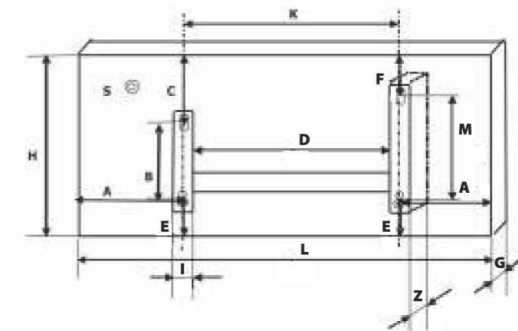

Рис. 2
Габаритные размеры конвектора согласно рис. 2 приведены в таблице 2.
Установочные размеры конвектора согласно рис. 2 приведены в таблице 3.
3. В соответствии с рис. 2, 4 и таблицами 2, 3 определите место установки конвектора с соблюдением минимальных расстояний от предметов и минимального расстояния от пола.